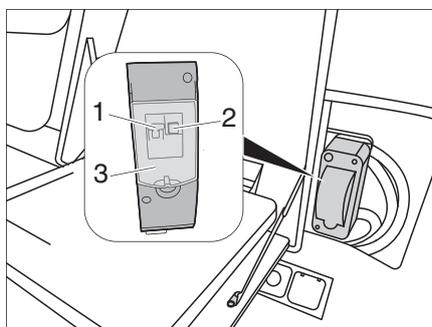

Fig. 40 Interruttore di sicurezza a 230 V
La rete elettrica a 230 Volt (collegamento esterno) è dotata di un interruttore di sicurezza (Fig. 40). Questo serve soprattutto alla protezione di linea. La scatola dei fusibili si trova nella parte posteriore del veicolo a destra del vano fornelli, dietro uno sportello. L'interruttore di sicurezza interviene in caso di cortocircuito o sovraccarico nella rete di linea.
- Aprire lo sportellino (Fig. 40,3).
Il collegamento a 230 V è protetto da un interruttore di sicurezza bipolare (Fig. 40,1).
- ▷ L'interruttore FI (Fig. 40,2) per 230 Volt dovrebbe essere fatto scattare almeno una volta l'anno, in modo che il meccanismo non "si incolli" e il tempo di attivazione non si prolunghi.